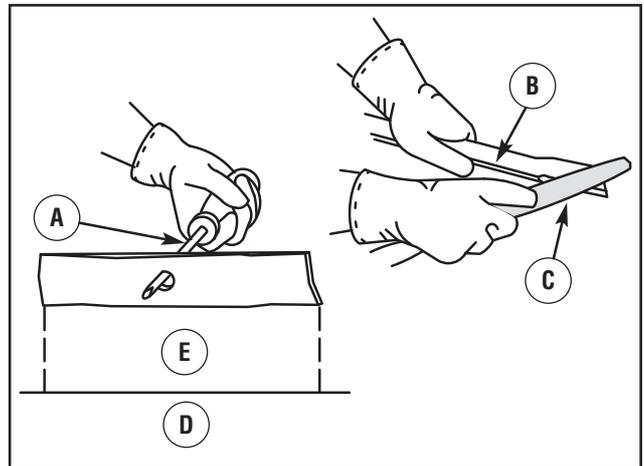

Figura 21: Affilatura delle lame
4. Affilare la **lama** con una **lima** (figura 21). Accertarsi di mantenere l'angolazione della smussatura originale.
5. Accertarsi che la **lama** sia bilanciata. Usare un **cacciavite** e tenere la **lama** parallela al **suolo** (figura 21). La **lama** bilanciata resta parallela al **suolo**. Se la **lama** non è bilanciata, l'estremità pesante ruota verso il **suolo**. Affilare l'estremità pesante fino a che la **lama** non è bilanciata.